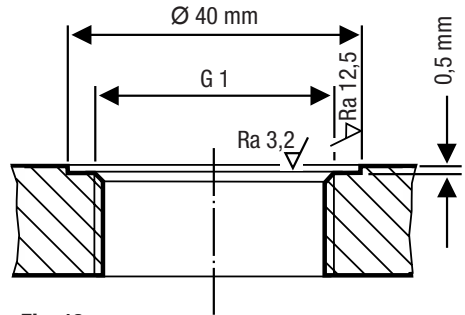

Fig. 10
- Assurez-vous que les surfaces d'étanchéité du raccord fileté du réservoir ou du couvercle sont parfaitement usinées, voir Fig. 10.
Les surfaces d'étanchéité doivent être parfaitement usinées, conformément à la Fig. 10.